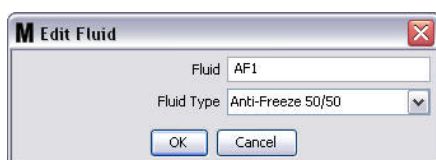

FIG. 98
7. Cliquez sur le bouton "Modify" (Modifier) pour afficher l'écran de modification des fluides illustré dans la FIG. 98. Lorsque vous aurez terminé avec vos modifications, cliquez sur "OK" pour fermer la fenêtre et enregistrer les modifications.